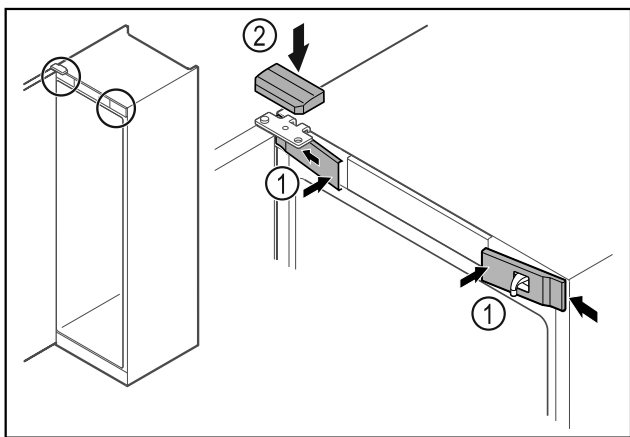

Fig. 52
- Закачете предните капаци Fig. 52 (1) от страни и фиксирайте.
- Фиксирайте горния капак Fig. 52 (2) отгоре.